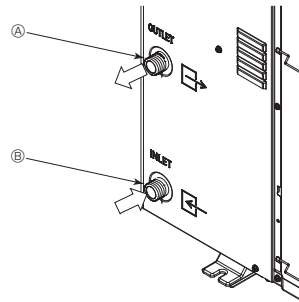

Fig. 6-1
6.1. Połączenie rur wodnych (Fig. 6-1)
- Położenie rur wodnych i wylotowych pokazano na Fig. 6-1.
[Fig. 6-1]